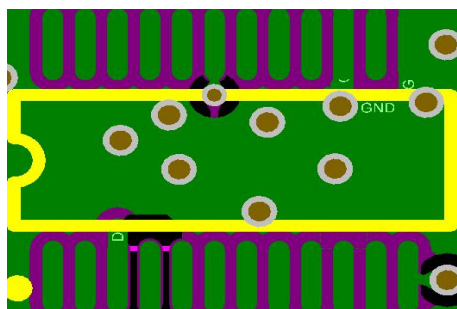

图 1-7 良好的设计
- f) 在 PCB 布线设计时, 芯片的底部尽量不要走线, 如图 1-7, 1-8 所示: